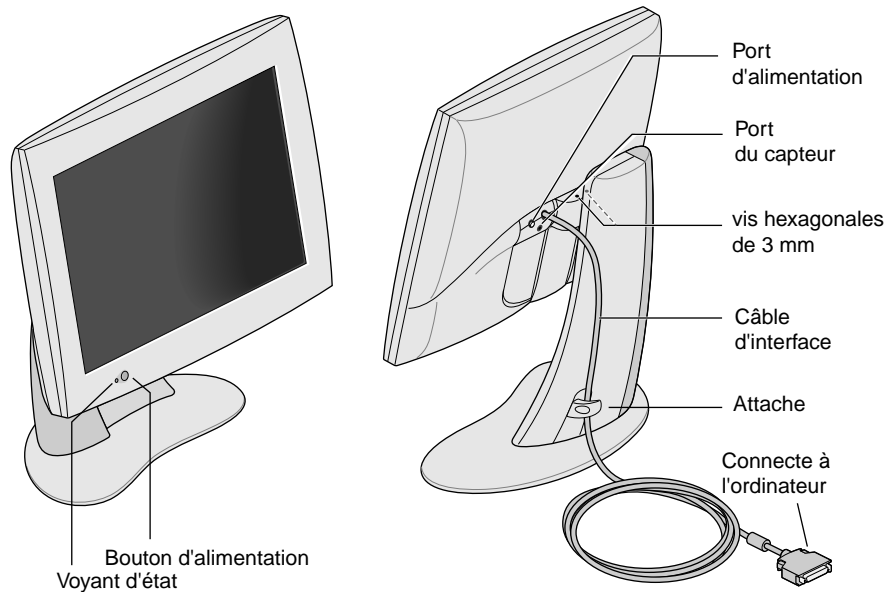

Figure 1-1 Écran plat vu de face et de l'arrière
Veillez prendre quelques instants pour vous familiariser avec les caractéristiques de l'écran, illustrées à la Figure 1-1.
2. Comme indiqué à la Figure 1-1, branchez le câble d'interface de l'écran plat sur le port correspondant de l'ordinateur. (Reportez-vous à la documentation de l'ordinateur.)
3. Rentrez le câble d'interface derrière l'attache située sur la base de l'écran, comme illustré à la Figure 1-1.
Pour mettre sous tension l'écran plat, appuyez sur l'interrupteur d'alimentation situé à l'avant de l'appareil. Reportez-vous à la Figure 1-1 pour l'emplacement de l'interrupteur d'alimentation. Lorsque le système envoie des signaux à l'écran plat, le voyant d'état situé dans la partie inférieure gauche s'allume en vert.
Pour mettre hors tension l'écran plat, appuyez sur l'interrupteur d'alimentation situé à l'avant de l'appareil. Reportez-vous à la Figure 1-1. Il est recommandé de mettre l'écran hors tension chaque fois qu'il reste inutilisé pendant plus de quelques heures ; cela augmente considérablement la durée de vie des lampes de rétro-éclairage à l'intérieur de l'écran.
L'écran plat est équipé d'un port de détecteur qui se présente sous la forme d'une prise jack de 3,5 mm située entre le port d'alimentation et le câble d'interface, légèrement en dessous de ces derniers. Reportez-vous à la Figure 1-1.